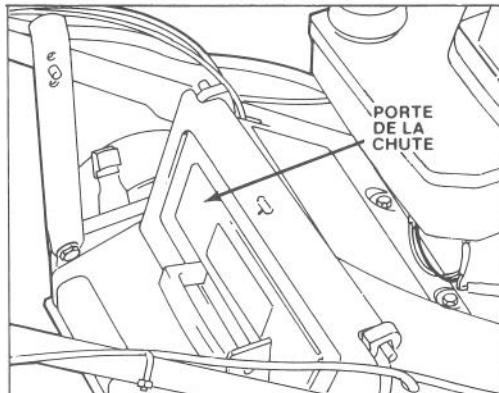

Figure 5
4. PAILLIS – En été, lorsque l'herbe pousse plus lentement et qu'elle est plus sèche, faites du paillis en retirant le sac à herbe et en fermant la porte de la chute (Fig. 5).